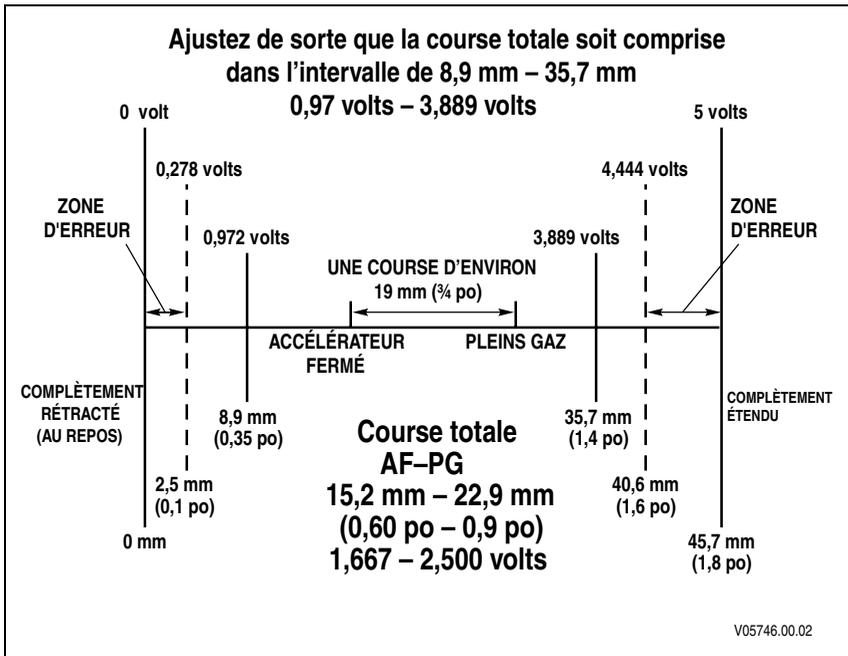

Figure 5-5. Schéma de détermination de la position de l'accélérateur
- Les positions de ralenti et de pleins gaz de l'accélérateur ne se trouvent pas dans la zone d'erreur (reportez-vous à la Figure 5-5).